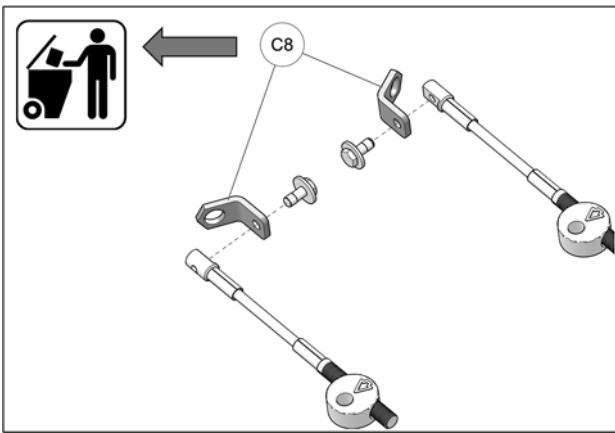

Fig. 18
7. **2015 and later front track systems:** Stabilizing arms have an integrated Steering Limiter holding plate. It is not necessary to install the holding plates (**C8**) provided in the Steering Limiter kit. See Fig. 18
7. Les systèmes de tracteur avant 2015 et plus ont la plaque de support de limiteur de conduite intégrée au bras stabilisateur. Il n'est pas nécessaire d'installer les plaques de support (**C8**) fourmies dans l'ensemble d'installation. Voir la Fig. 18